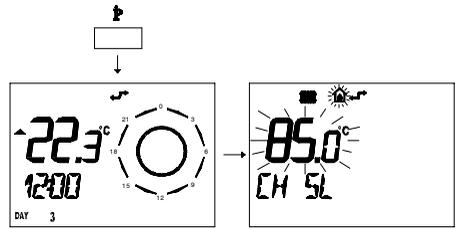

fig. 5.35
- 1 Premere per più di 3 secondi il pulsante per entrare in modalità *INFO*. (fig. 5.35)